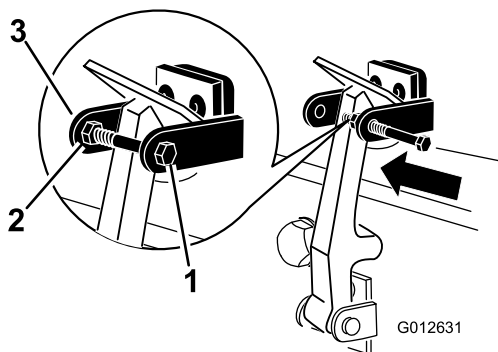

Рисунок 9
8. Вставьте болт в другой рычаг кронштейна фиксатора капота для установки фиксатора в надлежащее положение (Рисунок 9).